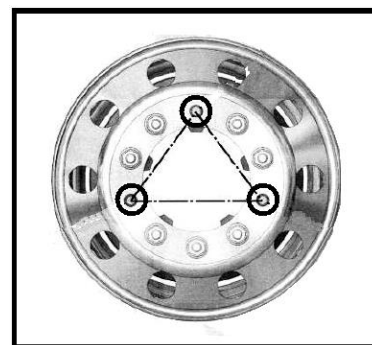

図1
- 1, 時計の4時、8時、12時頃の位置のホイールボルトに、少量のオイルを塗布して下さい (図1参照)。